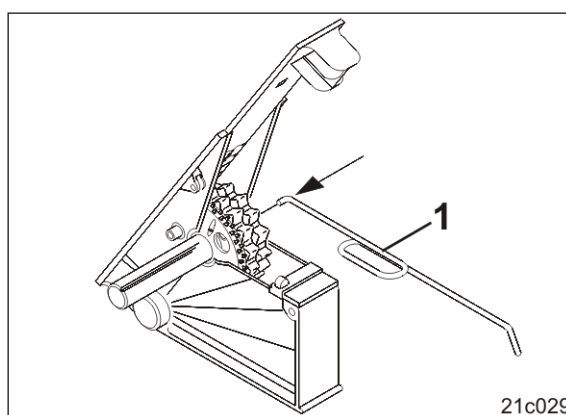

Fig. 66
2. Tryk stiften ind mod finsåhjulet med den medfølgende nøgle (Fig. 66/1).